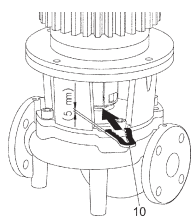

Fig. 13: Установка монтажной вилки
10. Вставить монтажную вилку (Fig. 13, поз. 10) между фонарем и муфтой. Монтажная вилка должна располагаться без зазора.
13. Вставить монтажную вилку (Fig. 13, поз. 10) между фонарем и муфтой.